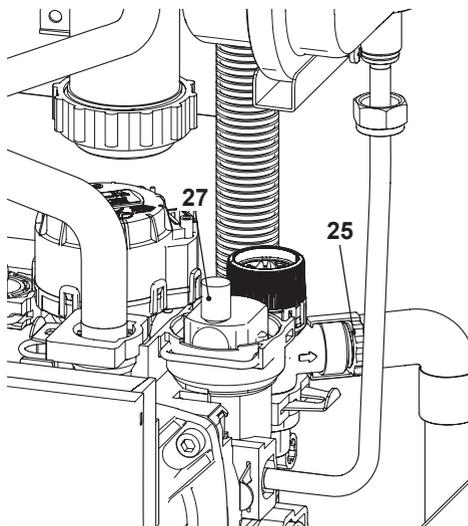
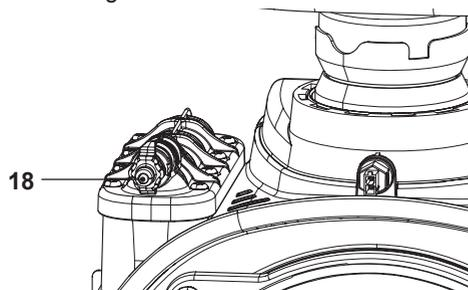

Figura 9.6
Figura 9.7
- Svitare in senso antiorario il raccordo 25 della valvola di sicurezza che funge anche da scarico in Figura 9.6.
- Per facilitare lo svuotamento, svitare il tappo 27 della valvola di sfogo automatica in Figura 9.6 e allentare il raccordo di sfogo scambiatore primario condensante 18 in Figura 9.7.